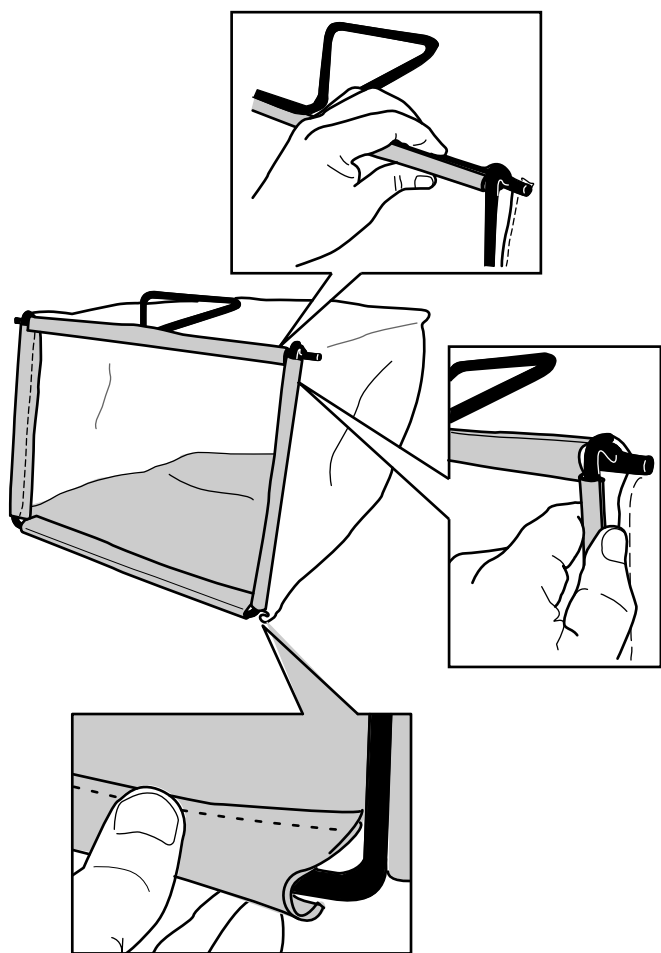

Рисунок 10
- Зацепите нижний обод травосборника за нижнюю часть рамы (Рисунок 10).
3. Зацепите верхний и боковой обод травосборника за верхнюю и боковые стороны рамы, соответственно (Рисунок 10).